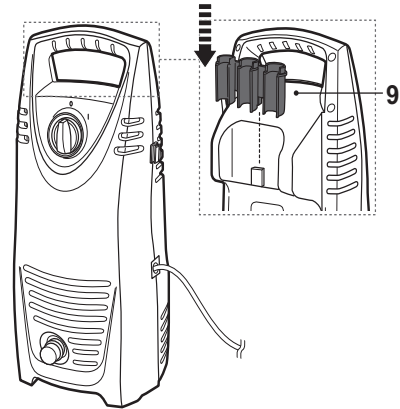

Fig. 2
- > Prindeți suportul de accesorii (9) de produs (Fig. 2).